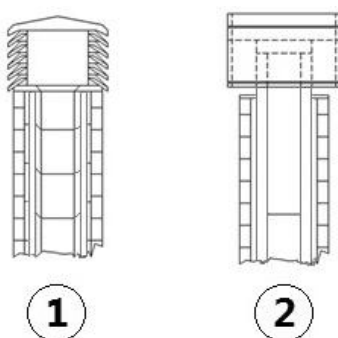

Fig. 6 - Comignoli antivento
- Si consiglia un comignolo di tipo antivento, vedi **Fig. 6**.
- Canna fumaria esterna realizzata esclusivamente con tubi inox isolati cioè con doppia parete minimo Ø100/120 mm: il tutto ben ancorato al muro. Con comignolo antivento (vedi **Fig. 6**).